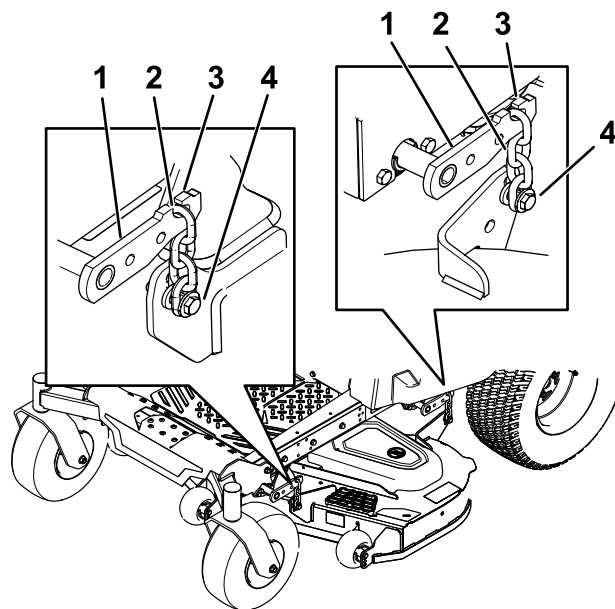

Figure 65
5. Desserrez les boulons de réglage aux quatre coins de sorte que le tablier repose bien sur les quatre cales (Figure 65).
6. Vérifiez que les quatre chaînes sont tendues (Figure 65).
7. Resserrez les quatre boulons de réglage (Figure 65).